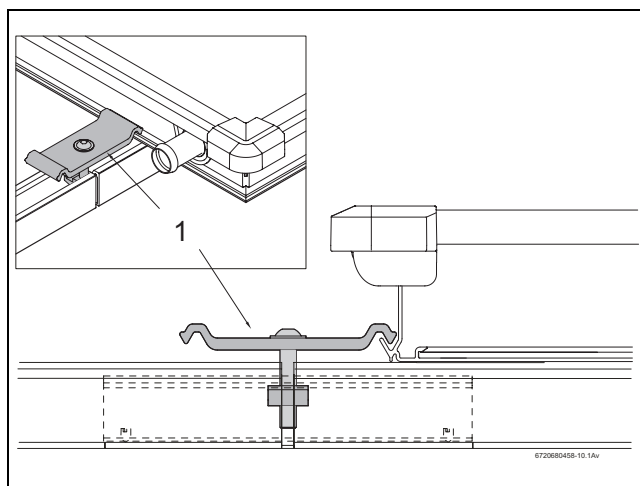

Fig. 40 Montarea dispozitivului bilateral de prindere a panourilor
- ▶ Amplasați dispozitivul bilateral de prindere a panourilor cu piulița orientată în față în orificiul șinei profilate a panoului astfel încât distanțierul din plastic (Fig. 40, [1]) să prindă șina profilată.